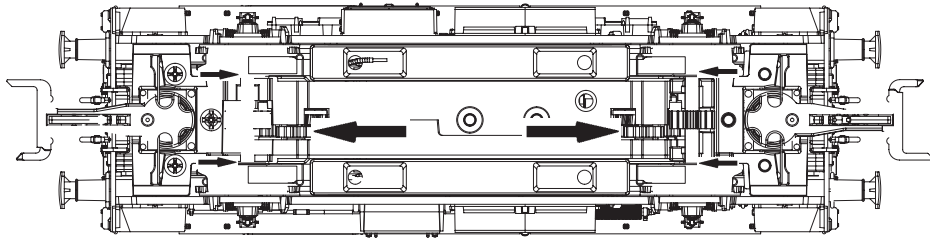

Fig. 6
2. Schmierung: Versehen Sie die im Schmierplan in Fig. 5 gekennzeichneten Stellen mit nur **kleinen Öltropfen**. Dazu zuerst den Getriebedeckel abnehmen. Danach den **Radsatz** herausnehmen (Fig. 6). Wir empfehlen den ROCO **Öler Art.-Nr. 10906**. Fürs Schmieren der Getriebeteile (Zahnrad, Schnecke) empfehlen wir das **ROCO-Spezialfett Art.-Nr. 10905**. Im Falle der Schmierung diese Teile **nicht ölen**.
2. Lubrication: Apply **tiny oil drops** to spots marked in fig. 5. Prior to lubrication remove the gear cover. Take out **wheel set** (fig. 6). We recommend using item no. **10906, ROCO oiler**. For lubrication the gearparts (e.g. cogwheels, worm) we would recommend our ROCO **special grease** (item no. **10905**).
2. Graissage: N'appliquez **qu'une tout petite goutte** aux endroits indiqués par le plan de graissage (fig. 5) après avoir démonté la caisse de la locomotive (fig. 6). Nous vous recommandons **le graisseur à huile ROCO réf. 10906**. Pour graisser les engrenages (roues dentées, vis sans fin) nous vous conseillons la **graisse spéciale ROCO réf. 10905** pour engrenages en matières synthétiques. Lorsque vous utilisez cette graisse il faut éviter d'huiler ces composants.
1. } **Fig.6**
voir } Fig.6